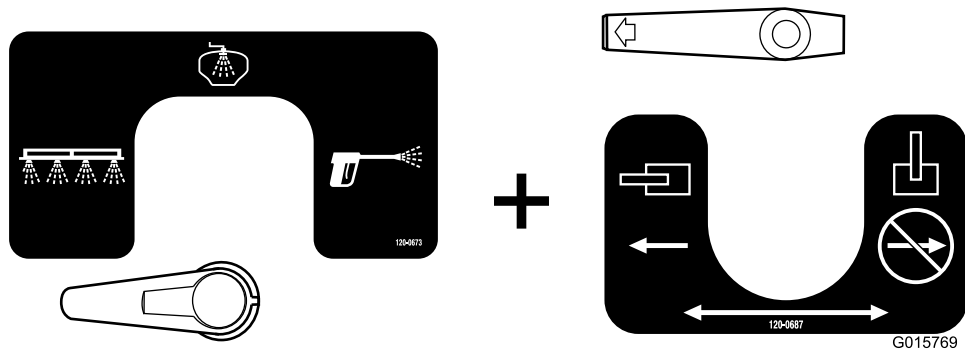

Figure 55
- Cette configuration est celle de la rampe (Figure 55). Utilisez cette configuration pour pulvériser de l'eau de rinçage par les rampes.